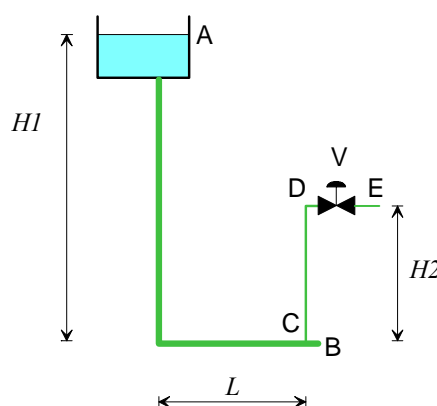

Figura 1
Lo schema di figura 1 rappresenta in maniera semplificata e fuori scala l'impianto di alimentazione di un'abitazione tramite l'acquedotto cittadino. Si suppone per semplicità che non vi siano al momento altri utenti collegati alla condotta principale e che il sistema sia in condizioni stazionarie. Il fluido è acqua alla temperatura di 21 °C (densità $\rho = 997 \text{ kg/m}^3$, viscosità dinamica $\mu = 0.978 \times 10^{-3} \text{ Pa s}$). Il sistema è a regime, e la pressione in A ed E è pari a quella atmosferica. Sono noti inoltre i seguenti dati:
- quote geometriche (vedi figura 1) $H_1 = 30 \text{ m}$, $H_2 = 12 \text{ m}$, $L = 500 \text{ m}$; il tratto DE ha lunghezza trascurabile.